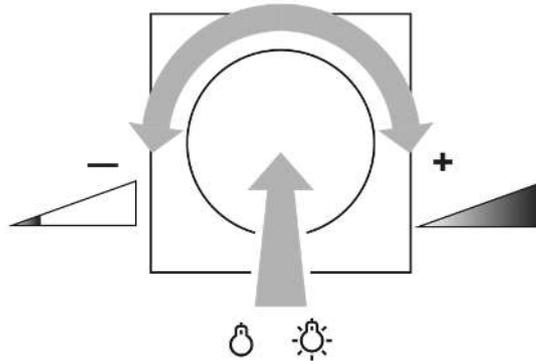

Bild 1: Licht schalten oder Helligkeit einstellen
- Einstellknopf kurz drücken: Licht schaltet ein oder aus (siehe Bild 1).
- Einstellknopf schnell drehen: Helligkeit wird schnell verändert (siehe Bild 1).
- Einstellknopf langsam drehen: Helligkeit wird langsam verändert (siehe Bild 1).